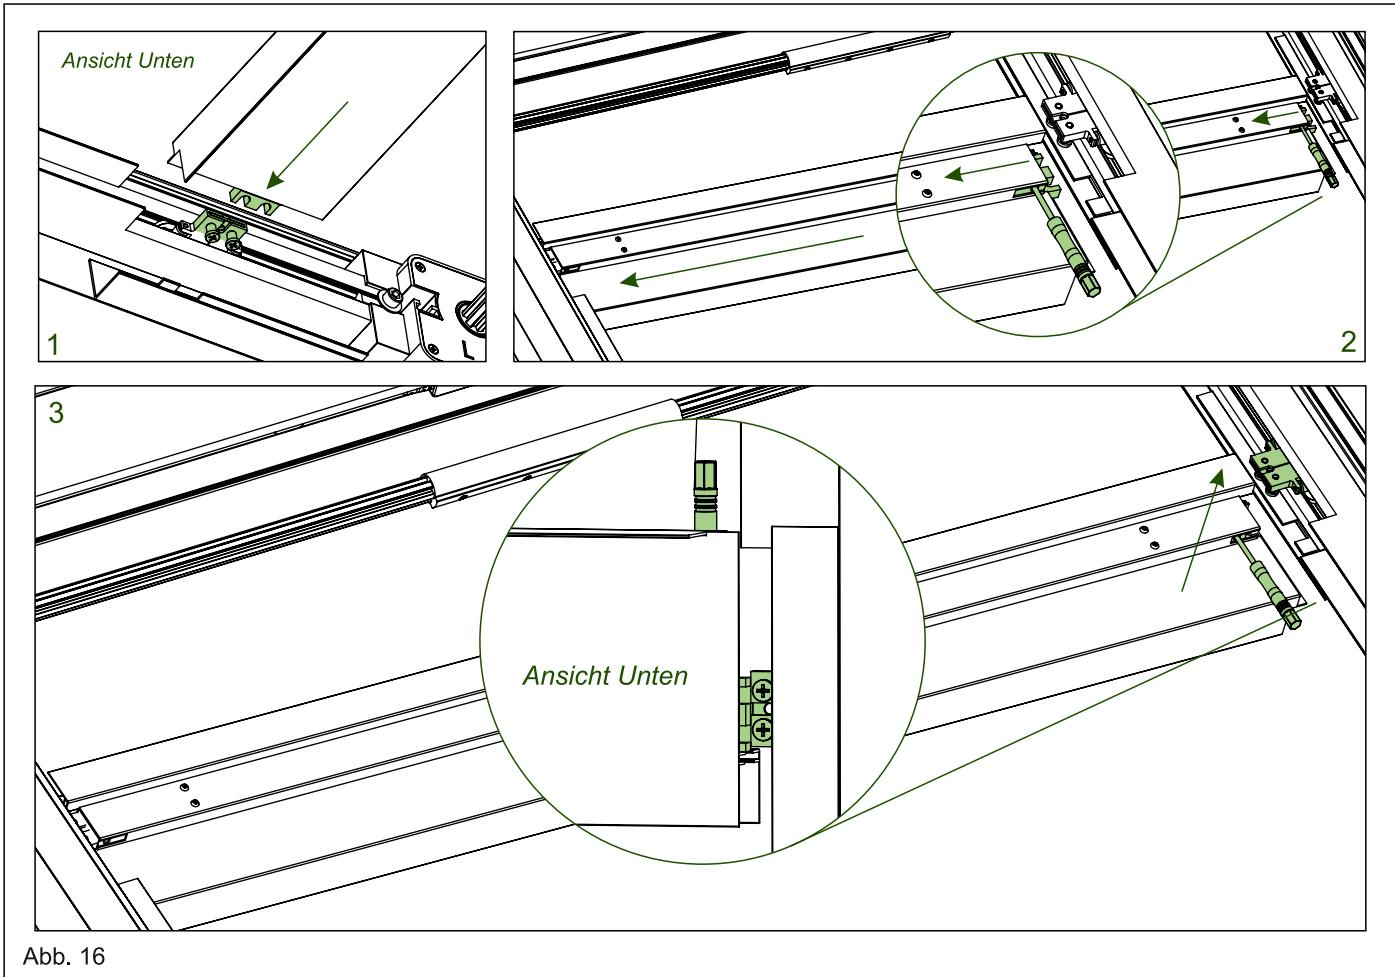

Abb. 16
**17.** **1.** Setzen Sie Markisenprofil 1 zunächst auf der linken Seite auf den Laufwagen. Die beiden Aussparungen am Profil werden dabei auf die nach unten zeigenden Schrauben des Laufwagens aufgesteckt. **2.** Die Halterung des Markisenprofils ist flexibel und lässt sich einschieben – schieben Sie diese in Richtung Laufwagen, um die rechte Seite des Profils einrasten zu lassen. **3.** Als Montagehilfe kann beispielsweise ein Schraubendreher verwendet werden: Führen Sie diesen seitlich in die Öffnung des einziehbaren Teils am Markisenprofil ein und ziehen Sie es manuell zurück. So lassen sich die Aussparungen auf der rechten Seite leichter über die Schrauben des Laufwagens führen. (Siehe Abb. 16)